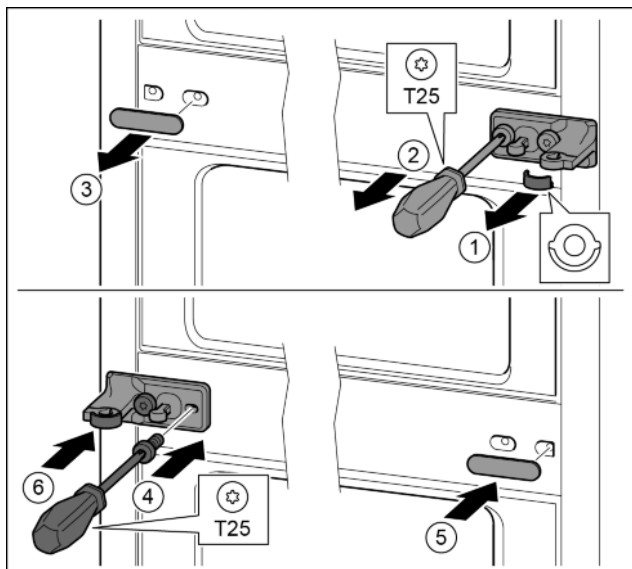

Fig. 29
- ▶ Зніміть перстину. *Fig. 29 (1)*
- ▶ Викрутіть гвинти за допомогою викрутки T25. *Fig. 29 (2)*
- ▶ Обережно зніміть кришку. *Fig. 29 (3)*
- ▶ Опорний кронштейн із плівкою, повернутий на 180°, закріпіть гвинтами з іншого боку. *Fig. 29 (4)*
- ▶ Почепіть кришку, що повернута на 180°, з іншого боку праворуч. *Fig. 29 (5)*
- ▶ Встановіть шайбу спереду. *Fig. 29 (6)*